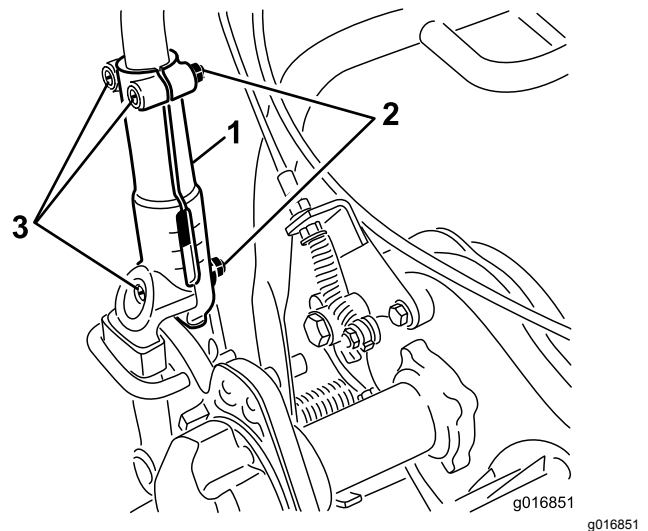

Bild 29
1. Lösen Sie die drei Schlossschrauben und Muttern, mit denen jede Seite des Holm in den Holmklemmen befestigt ist (Bild 29).